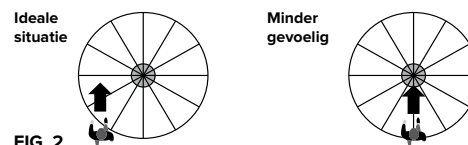

FIG. 2
5. Houd rekening met eventuele loop richtingen. Probeer altijd het veld zodanig te plaatsen dat de looprichting het veld kruist i.p.v. rechtstandig de sensor benadert. (fig. 2)